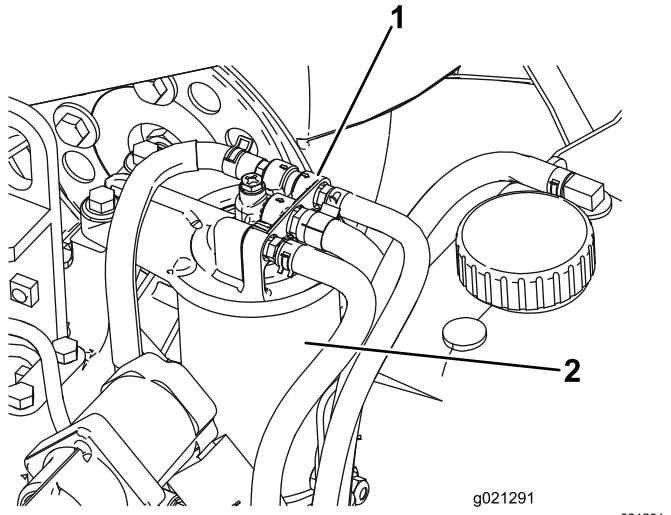

Figura 81
- Pulite le superfici circostanti la testa del filtro del carburante (Figura 81).
- Togliete il filtro e pulite la superficie di montaggio della testa del filtro (Figura 81).